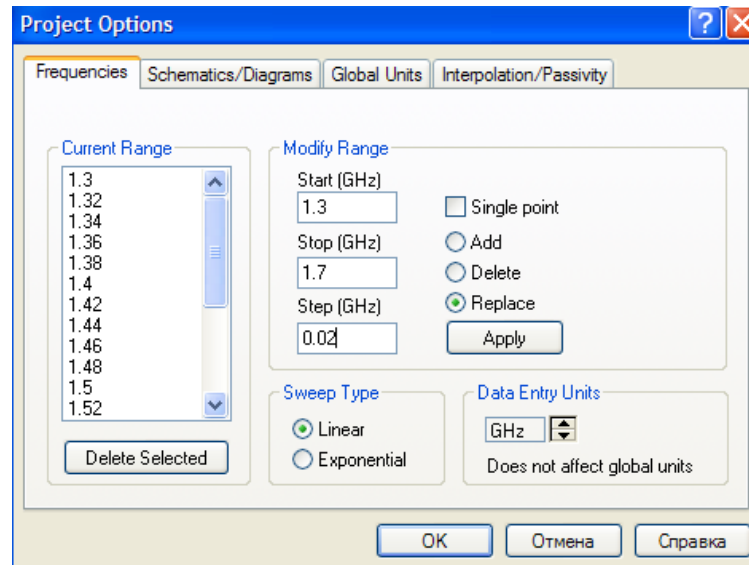

Рис. 2.5. Диалоговое окно установки единиц измерения
5.2.1. Установить единицы измерения в проекте. Для определения единиц измерения требуется выбрать вкладку «Global Units», выбрать «Options», затем «Project Options» и установить единицы измерения в появившемся диалоговом окне: Start – 1,3 ГГц, Stop – 1,7 ГГц, Step – 0,02 ГГц и нажать «Apply». Частотный диапазон по шагам отразится в окне «Current Range». Нажать «OK» (рис. 2.5).